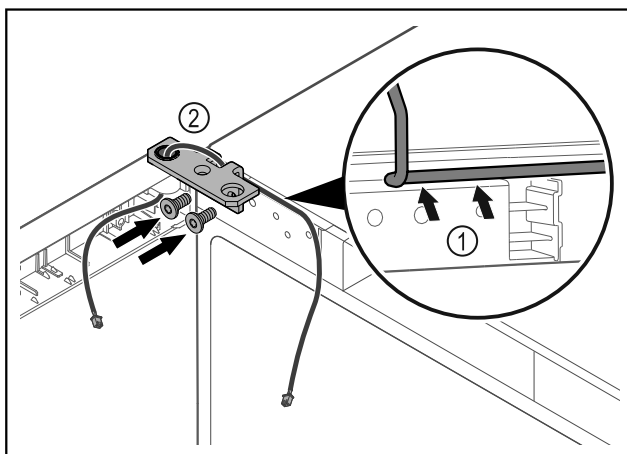

Fig. 37
- ▶ Prakiškite laidą pro šarnyrinio kampuočio angą ir atsargiai nutieskite Fig. 37 (1).
- ▶ Prisukite šarnyrinį kampuočių Fig. 37 (2).